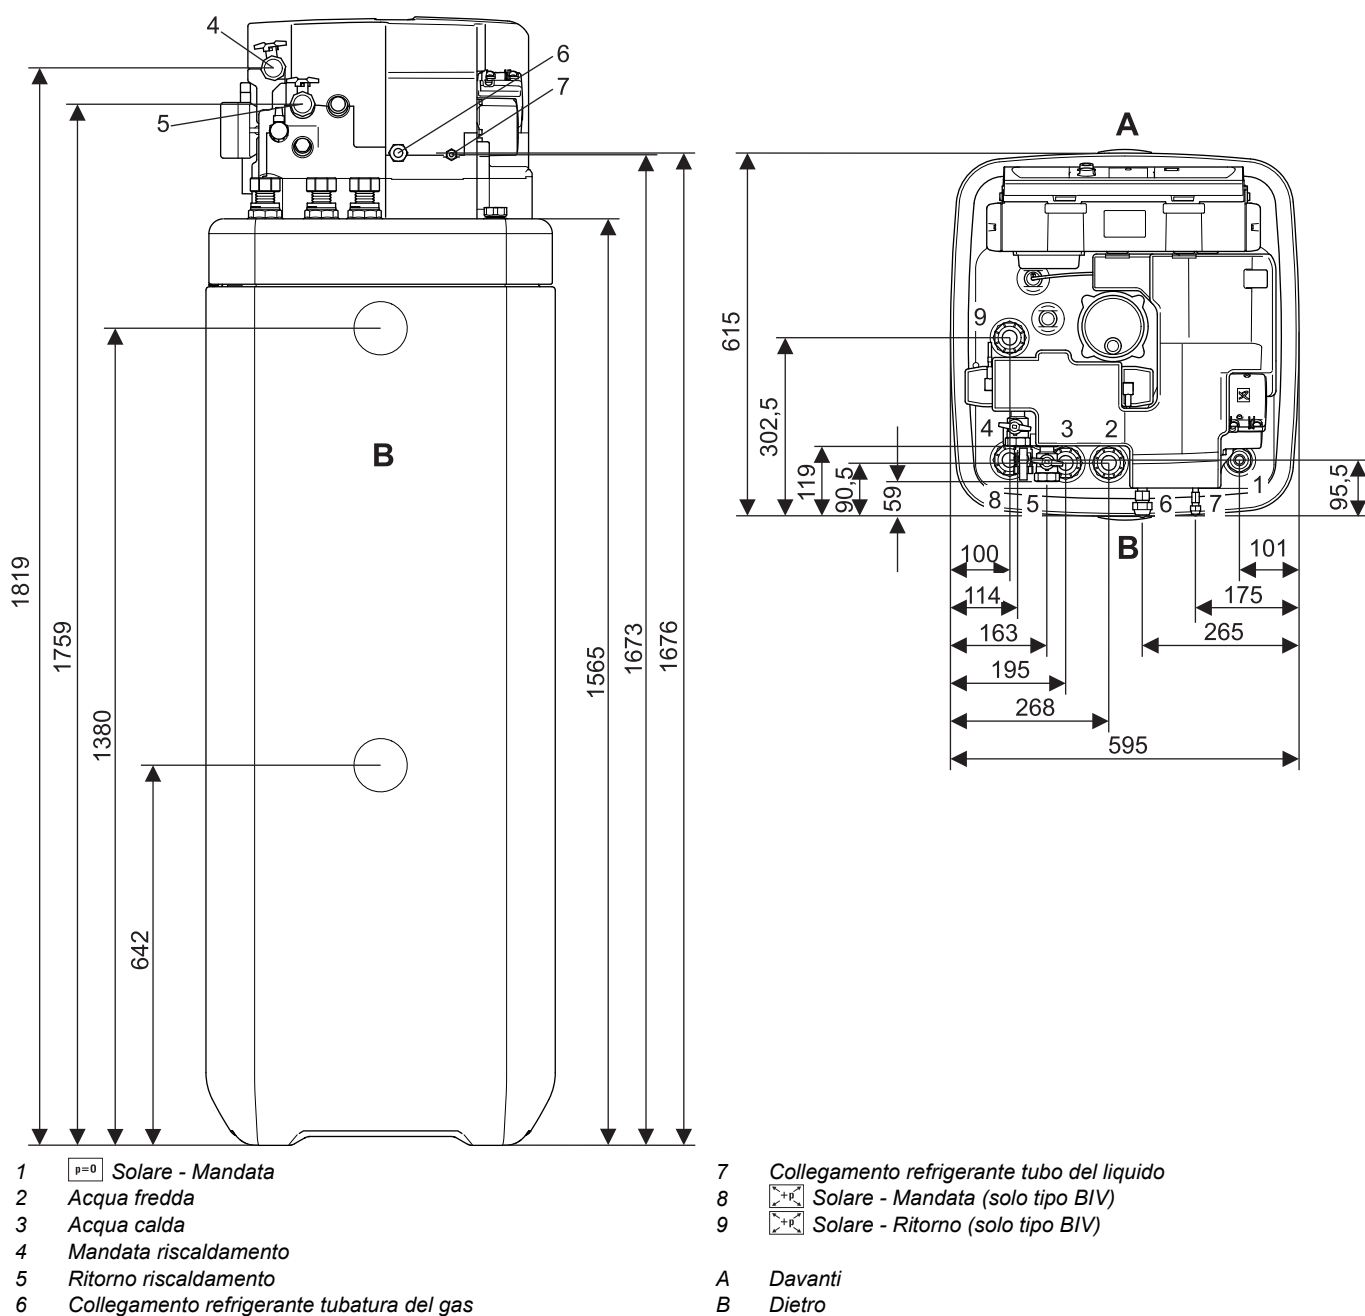

Figura 4-1 Collegamenti e dimensioni HPSU compact 304/308 (in generale)
Se sullo **scambiatore di calore** per il caricamento del bollitore **Drucksolar** (figura 4-1 / figura 4-2, pos. 8+9) viene collegato un **riscaldatore esterno** (es. caldaia a legna), è possibile che la HPSU compact venga danneggiata o subisca danni irreparabili a causa di una temperatura di mandata eccessiva.